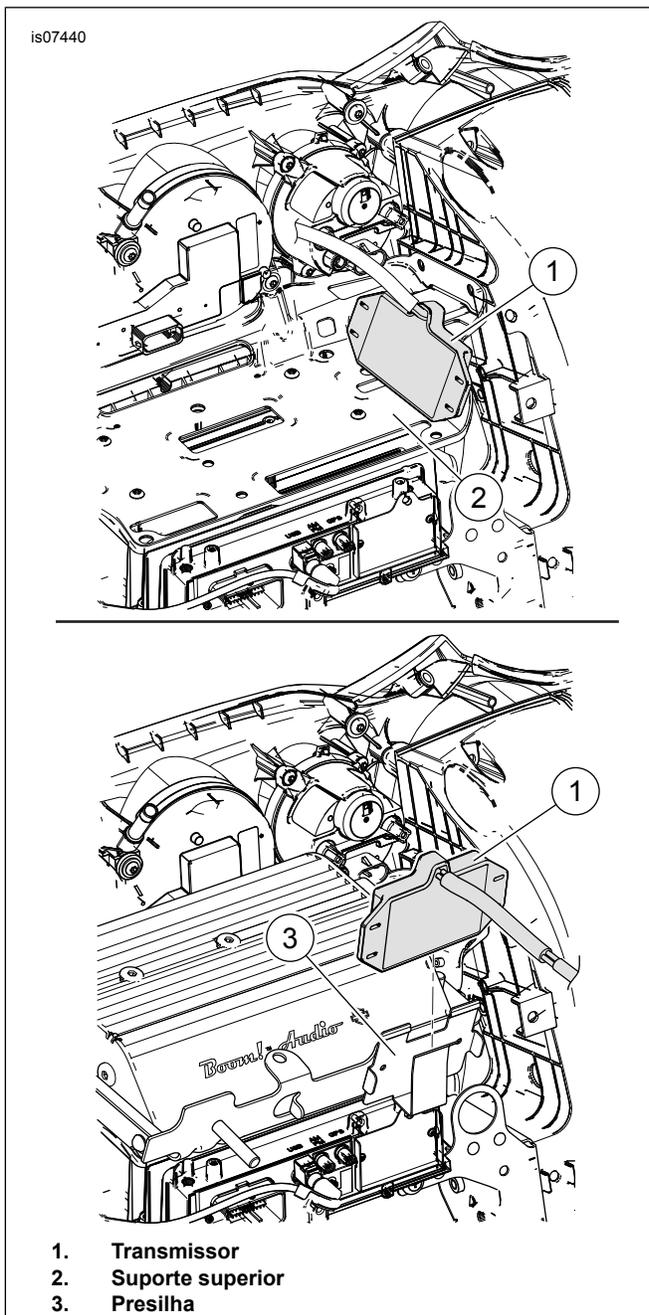

Figura 13. Montagem do transmissor (modelos Trike ou Touring FLHT e FLHX anos 2014 a 2016)
2. Veja Figura 13. **Modelos SEM o amplificador montado na carenagem:**
- b. Monte o transmissor (1) no lado esquerdo do suporte superior.
- a. Insira o transmissor (1) na presilha (3) na parte dianteira do suporte de montagem do amplificador.